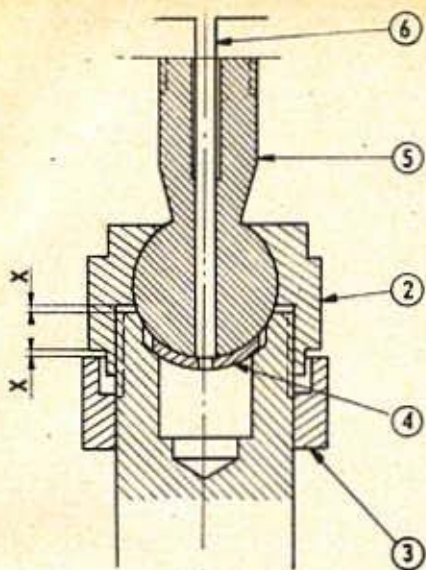

Fig. 135. — Détermination de la distance entre le boîtier (2) et le collier de réglage (3)
• Déterminer, à l'aide d'un jeu de cales, la distance entre le boîtier 2 et le collier de réglage 3 (fig. 135).